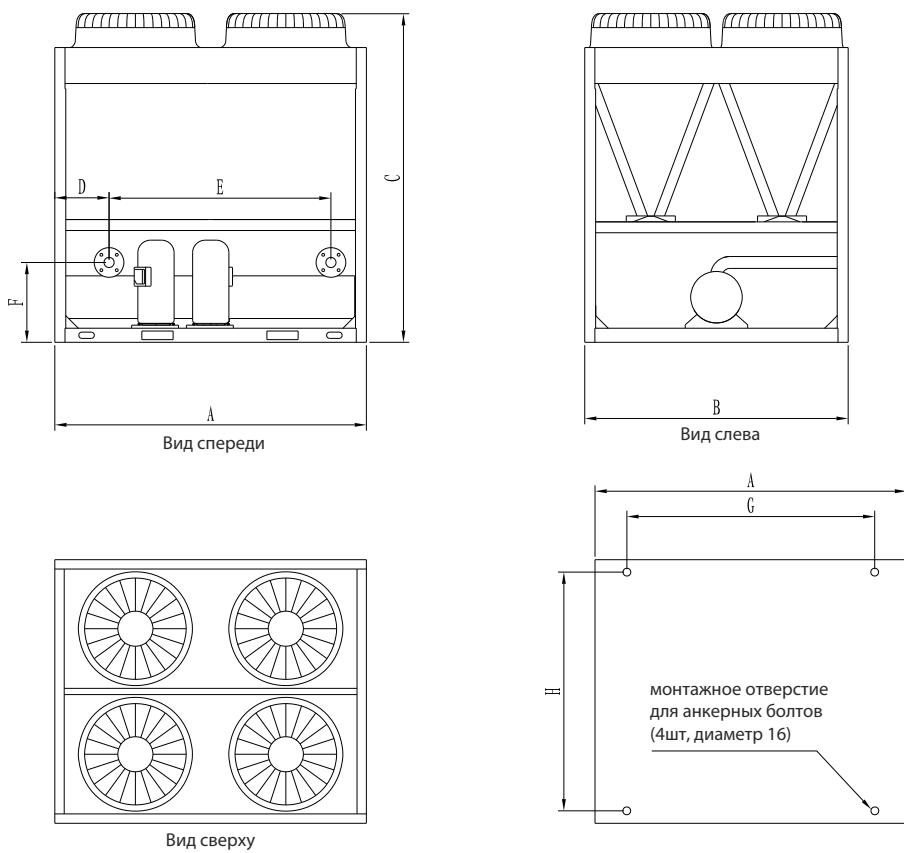
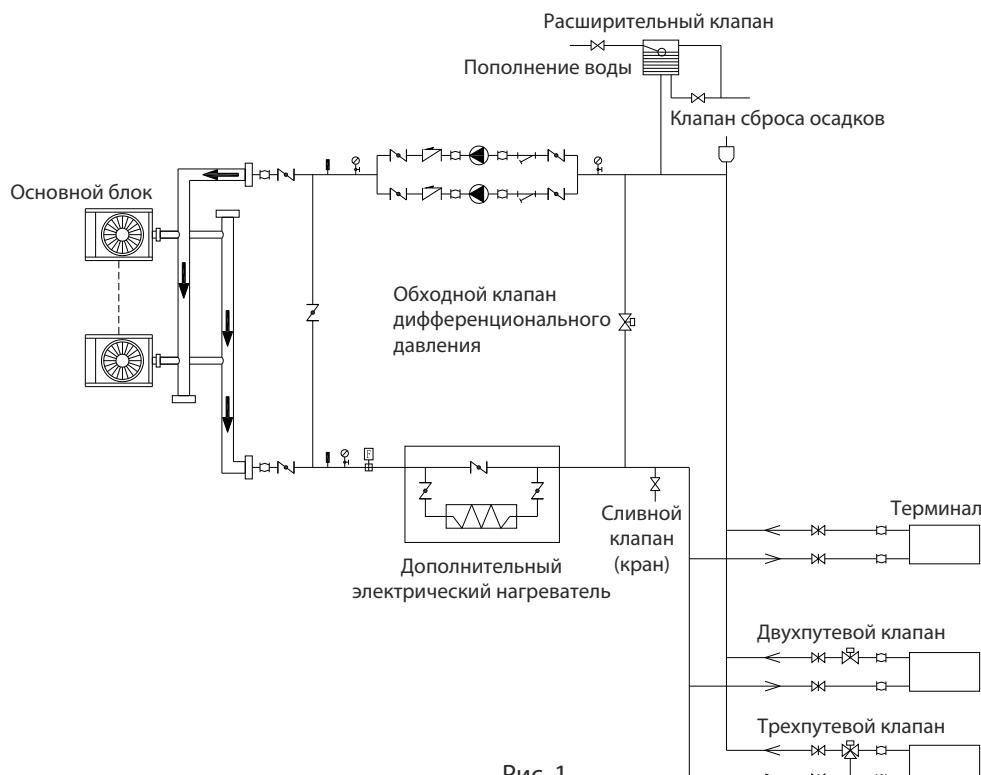

Рис. 3 Применим к 130 кВт оборудованию
Рис. 1
- h. Обводные (байпас) трубы и клапаны, как показано на рис.1, рис. 2 и рис. 3 должны быть установлены для теплообменника, чтобы облегчить очистку внешней системы водяного прохода до регулировки блока. Во время технического обслуживания, водопровод теплообменника может быть отрезан, не нарушая работу других теплообменников.